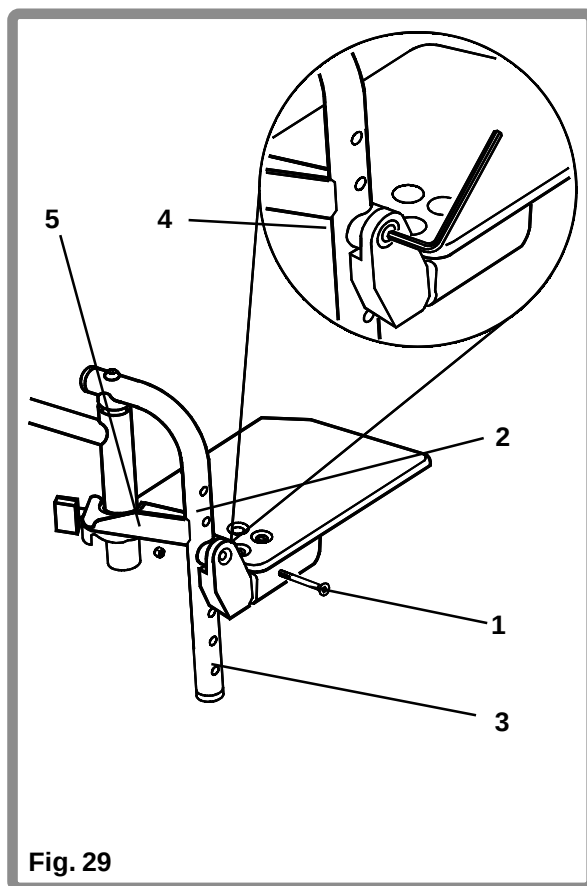

Fig. 29
Pour ajuster la hauteur de ce type de plateforme (Fig. 29), dévissez et retirez la vis d'attache (1) en utilisant une clé à 6 pans de 4 mm, l'écrou (5) et la rondelle collerette (4) comme le montre l'illustration, déplacez la plateforme à hauteur désirée en alignant le trou dans la partie pivotante avec le trou requis (2) dans le tube de la plateforme (3). Remettez en place la vis d'attache, la rondelle collerette (4) et l'écrou (5) et coupez entre 8 et 10 Nm.